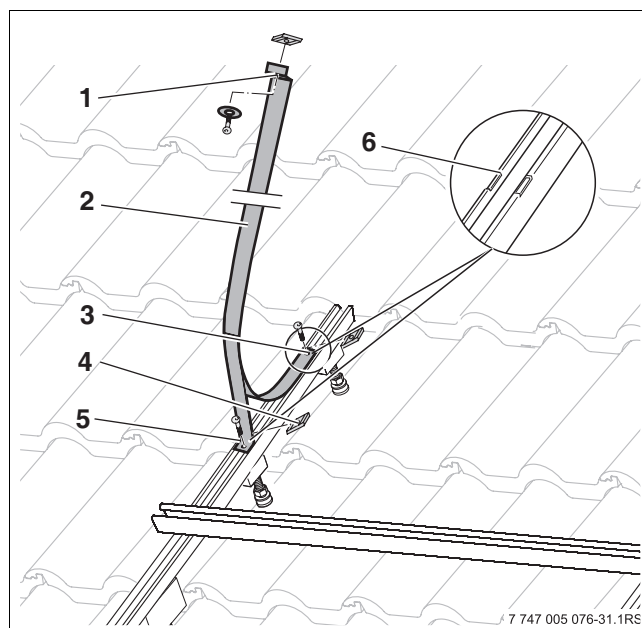

Fig. 45 Fixer l'attache du ballon
- Insérer la vis dans le bout avant de l'attache du ballon (fig. 45, [3]) et visser le coulisseau [4] sans serrer jusqu'à sentir une légère résistance.
- Insérer la vis dans l'équerre de support-attache du ballon (fig. 45, [5]) et visser le coulisseau sans serrer jusqu'à sentir une légère résistance.
- Poser le bout avant de l'attache du ballon dans l'encoche (fig. 45, [6]) et serrer la vis.
- Poser l'équerre de support-attache du ballon (fig. 45, [5]) dans la deuxième encoche et serrer la vis.
- Insérer la vis, la rondelle plate et le coulisseau dans le bout arrière de l'attache du ballon (fig. 45, [1]). Ne pas encore visser ce bout !